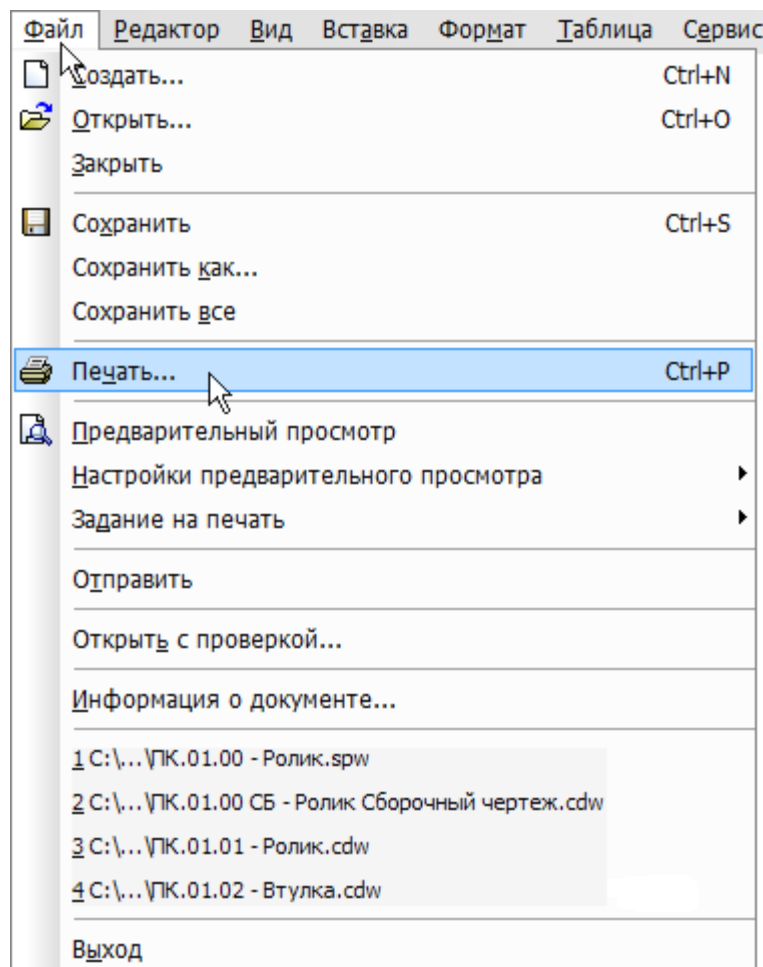

Рисунок 13.
- Выполните команду Файл – Печать (рис. 13).